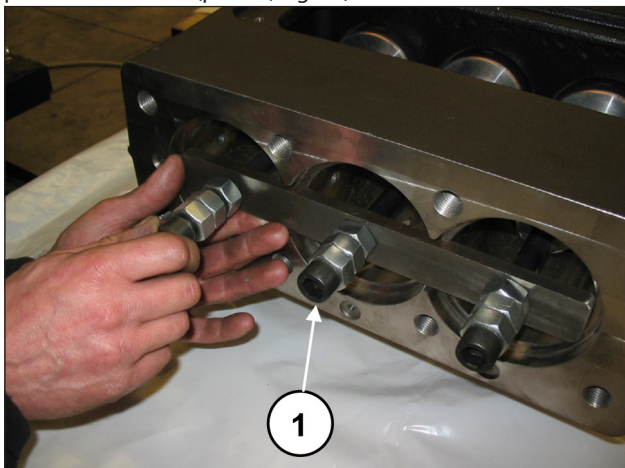
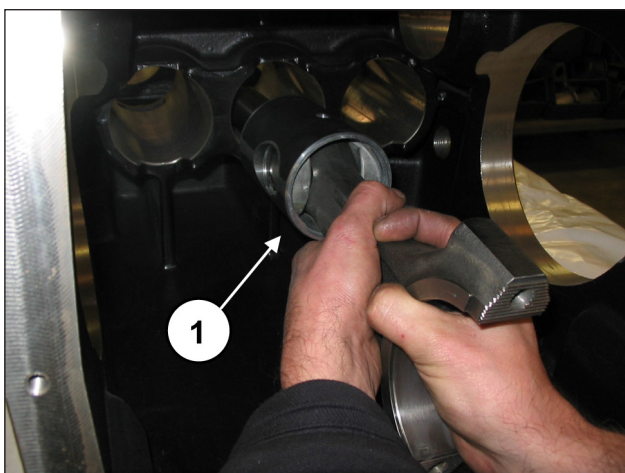

Fig. 40
Fig. 41
Prossiga com o desapertar dos parafusos da ferramenta, cód. 27566200, para desbloquear as hastes (pos. ①, Fig. 40) e, em seguida, extraia os grupos da haste-guia do pistão da abertura posterior do carter (pos. ①, Fig. 41).
Depois de ter verificado a limpeza correta do carter, insira o grupo da semi-haste-guia do pistão no interior das varas do carter (pos. ①, Fig. 41).
Bloqueie os três grupos da ferramenta adequada, cód. 27566200 (pos. ①, Fig. 40).
Remove a ferramenta para o bloqueio da haste, cód. 27566200 (pos. ①, Fig. 40) e deslize as hastes para dentro até entrar em contato com o eixo de manivela.